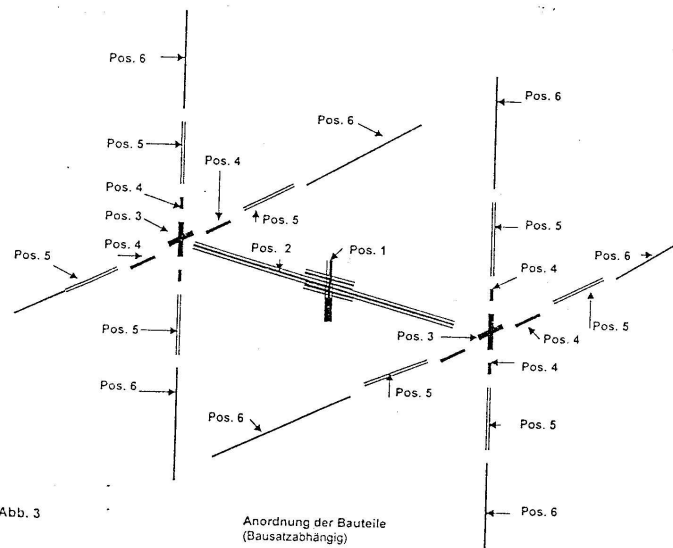

Abb. 3
- 1 Boom-Mastverbinder gem. Abb. 3